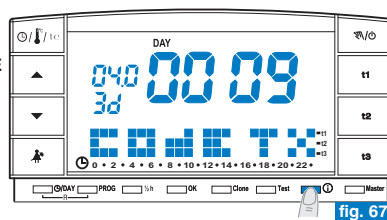

fig. 67
- Dalla videata precedente (fig. 65) premere un'altra volta il tasto **ⓘ**: sul display apparirà il serial number che viene trasmesso dal cronotermostato ogni volta che avviene una trasmissione dati (esempio in fig. 67).